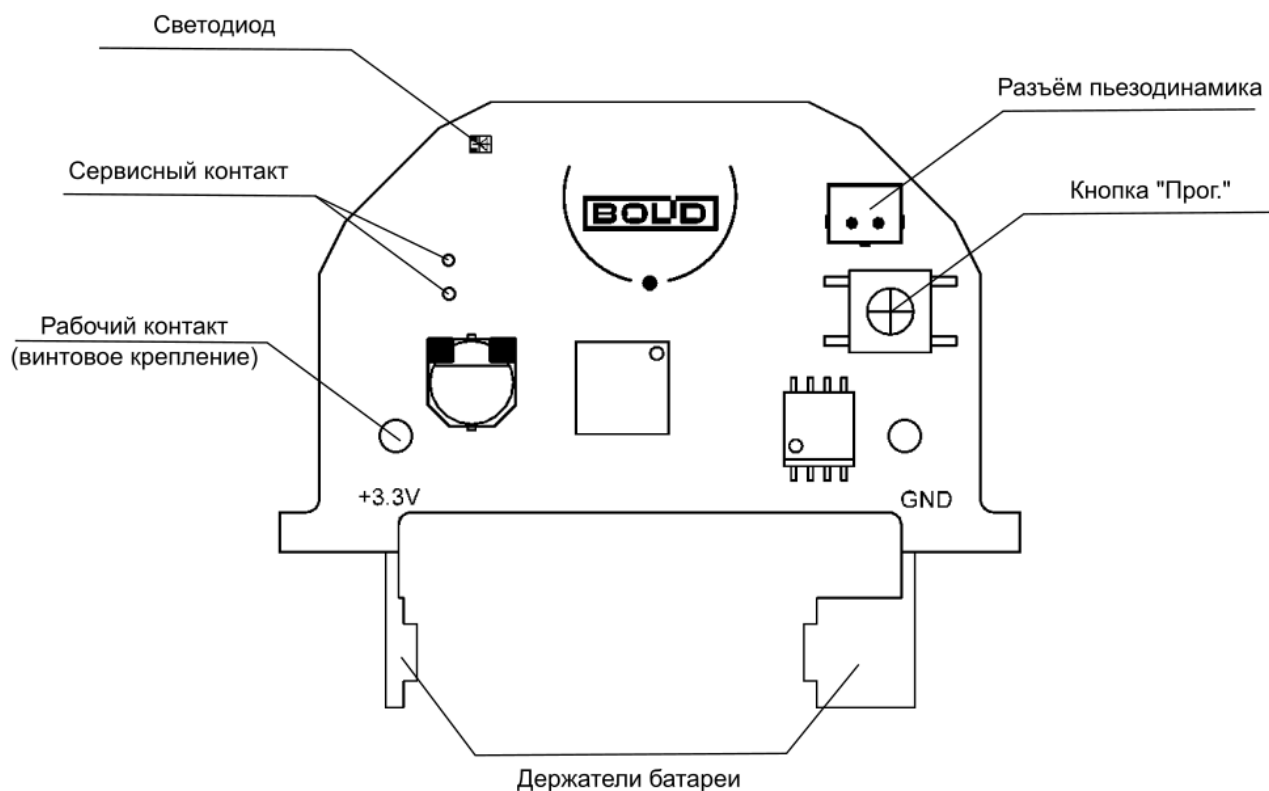

Рисунок 2.2 Расположение элементов на плате
На плате датчика располагаются элементы питания и органы управления прибором и индикации (см. Рисунок 2.2):
- Нажать кнопку «Прог.» на плате датчика (см. Рисунок 2.2) на время более 3 секунд.
Тест качества связи запускается посредством короткого нажатия на кнопку «Прог.» на плате прибора (см. Рисунок 2.2). Запуск процедуры может занимать до 2 секунд, при этом прибор осуществляет анализ радиоэфира и регистрацию на оптимальном ПКП или ретрансляторе.